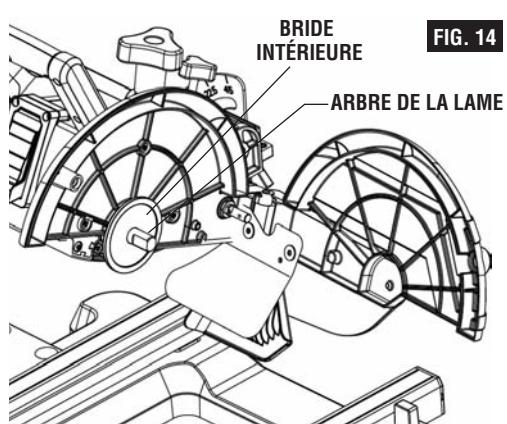

FIG. 14
4. Placez la nouvelle lame sur l'arbre de la lame (Fig. 14).